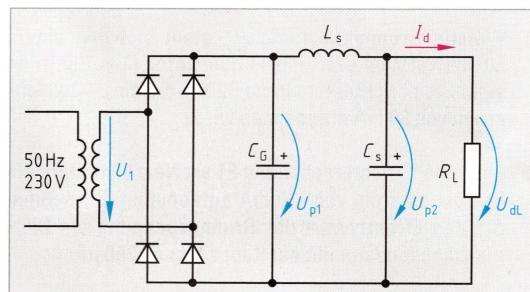

Bild 2: Gleichrichterschaltung mit LC-Siebung
6. Eine Gleichrichterschaltung B2 nach **Bild 2** liefert bei $U_d = 24 \text{ V}$ den Lastgleichstrom $I_d = 1,5 \text{ A}$. Glättungs- und Siebkondensator haben je $1000 \mu\text{F}$. Berechnen Sie die Induktivität der Siebdrosselspule, wenn die Brummspannung am Ausgang 100 mV betragen darf.
Der Vorwiderstand R_v in der Stabilisierungsschaltung **Bild 2** muss so bemessen sein, dass der Strom I_Z im zulässigen Bereich bleibt.
Die Stabilisierungsschaltung **Bild 2** enthält eine Z-Diode mit $P_{tot} = 750 \text{ mW}$. Die Eingangsspannung ist $42 \text{ V} \pm 10\%$. Der Laststrom ändert sich zwischen 12 mA und 18 mA bei 15 V . Berechnen Sie a) I_{Zmax} , b) I_{Zmin} , c) R_{max} , d) R_{min} .